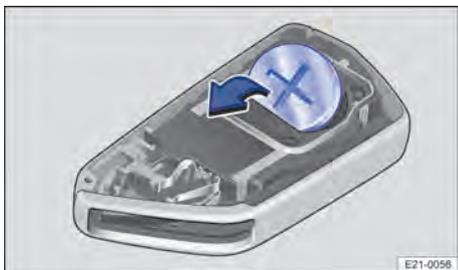

Fig. 43 Chave do veículo: trocar a pilha-botão.
3. Retirar a pilha-botão do compartimento da pilha → Fig. 43.
4. Pressionar as novas pilhas-botão com a mesma especificação no compartimento da pilha → ①.